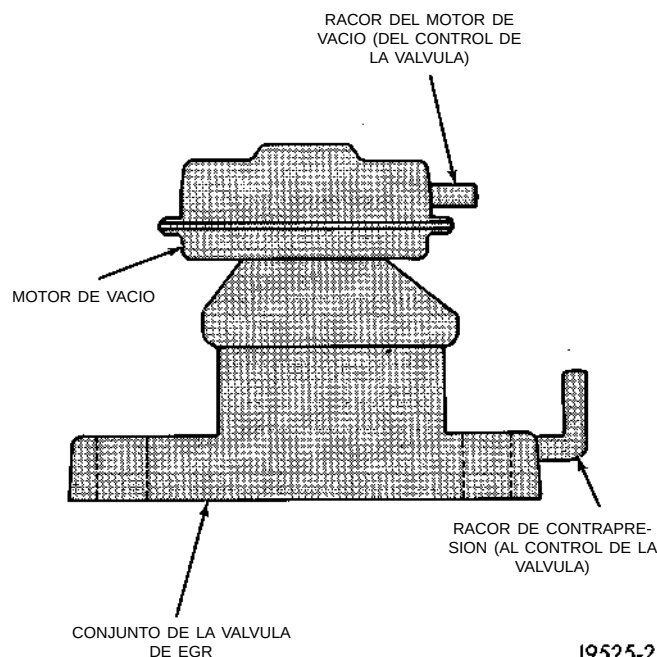

Fig. 4 Válvula de EGR característica
(1) Todos los motores tienen instalados dos racores localizados en la válvula de EGR (Fig. 4). El racor superior (localizado en el motor de vacío) suministra vacío del motor a un diafragma interno de la válvula de EGR para permitir el funcionamiento de la válvula. El racor inferior (localizado en la base de la válvula de EGR) se utiliza para suministrar contrapresión de escape al control de la válvula de EGR.
(2) Desconecte la manguera de goma en el racor de vacío del motor (Fig. 4) de la parte superior del motor de vacío de la válvula de EGR.
(3) Conecte una bomba de vacío manual a este racor.
(4) Ponga el motor en marcha.
(5) Aplique lentamente 5 pulgadas de vacío al racor del motor de la válvula de EGR.
(6) Mientras aplica vacío, un mínimo de 3 pulgadas y con el motor en funcionamiento a velocidad de ralentí, la velocidad de ralentí debe caer o el motor podría calarse si el vacío se aplica rápidamente. Esto indica que el gas del escape circula por el tubo de EGR entre los tubos múltiples de admisión y escape.
(7) Si la velocidad del motor no cambió, significa que la válvula de EGR puede estar defectuosa o que el tubo de EGR o los conductos de los tubos múltiples